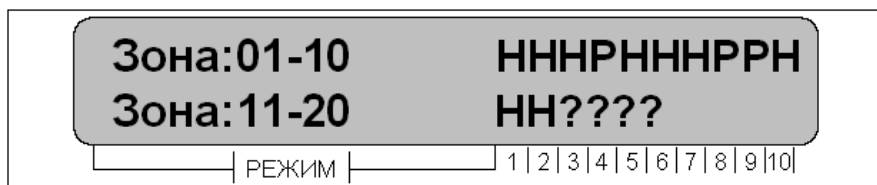

Рисунок 5
- «**Состояние зон**» - отображается состояние зон системы, рисунок 5;